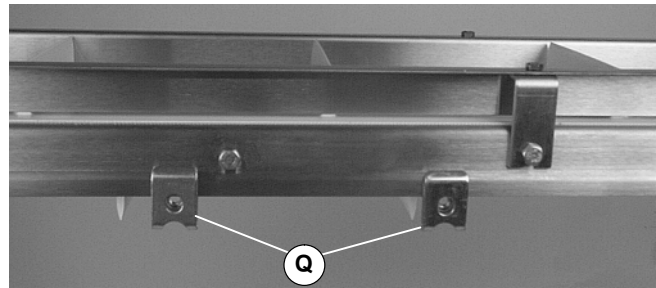

Abbildung 9
9. Die zusätzlichen Befestigungshalter am Förderer (Q siehe Abbildung 9) anbringen.